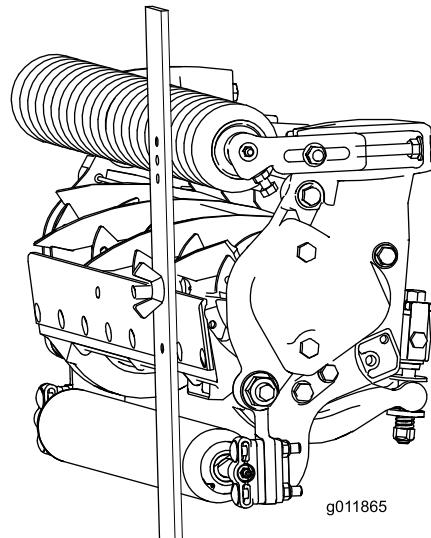

図 18
3. ゲージバーのねじの頭を下刃の先端に引っかけ、バーの後端を後ローラに当てがう図18。
4. バーの前端がローラに当たるように、調整ねじで調整する図18。ローラ全体が下刃と平行になるように、ローラの両側を均等に調節する。